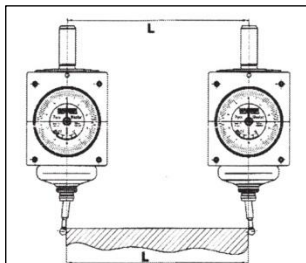

Рис. 5. Измерение длины.
5. Измерение длины (см. Рис. 5).